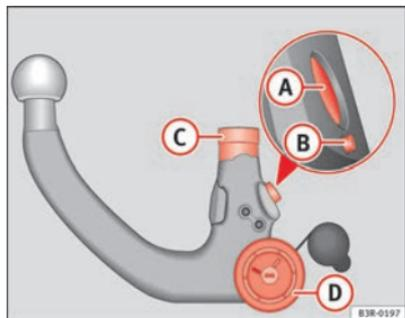

Fig. 153 Dispositivo di traino asportabile Gancio a testa sferica
- Controllare quindi che i perni di bloccaggio **A** e sbloccaggio **B**, il cono introduttore **C** e la rotella **D** ⇒ fig. 153 non siano sporchi o danneggiati.